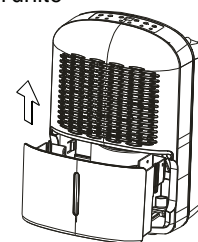

Fig.6
- Vider l'eau du réservoir (Fig 6) et replacer le réservoir.